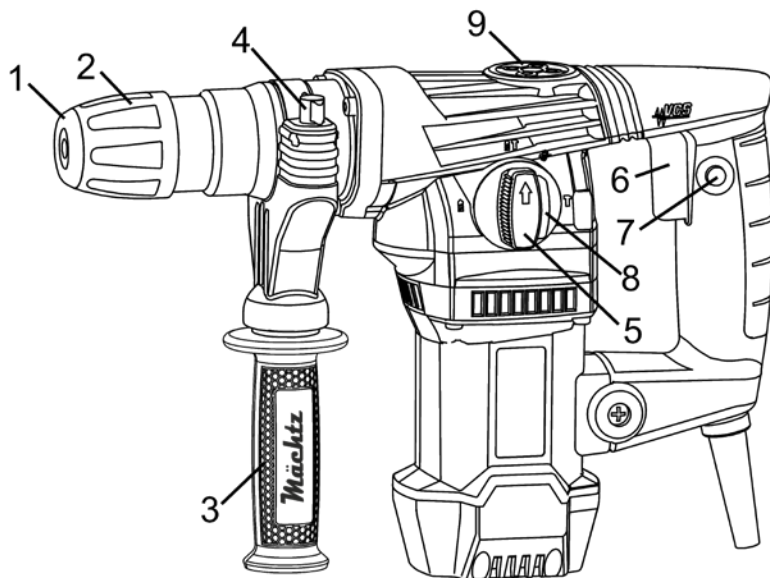

Рисунок 1
- встановити перемикач (5, рисунок 1) у положення  (в цьому положенні перемикач не фіксуються);
- встановити перемикач (5, рисунок 1) у положення  (ударний режим). У цьому положенні відбувається фіксація орієнтації довбального змінного інструмента.
4.2 Для ввімкнення виробу натисніть на пускову клавішу (6, рисунок 1) з необхідним зусиллям для відповідної швидкості обертання патрона. Для вимкнення виробу достатньо відпустити пускову клавішу.